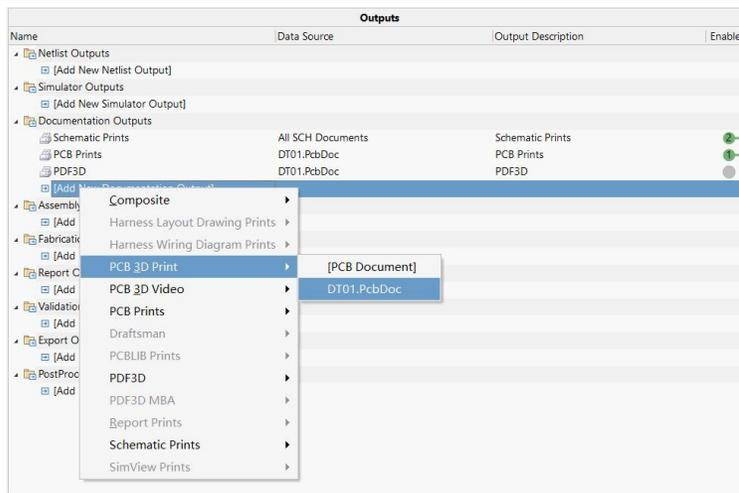

图5-13 输出工作配置界面
- 5) 打开输出工作配置界面，如图5-13所示。
12) 在图5-13界面，用右键快捷菜单中选择“PCB3D|DT01.PcbDoc”命令。
9) 如图5-13界面所示，在右键快捷菜单中选择“PCB3D|工业遥控发射器V6.SchDoc”命令。